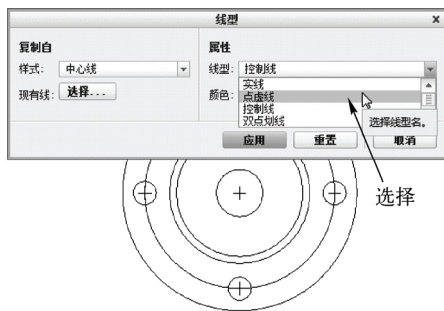

图 3-50 选择“点虚线”选项
STEP 04 在“属性”选项区中单击“线型”下拉列表框, 在弹出的列表框中选择“点虚线”选项, 如图 3-50 所示。